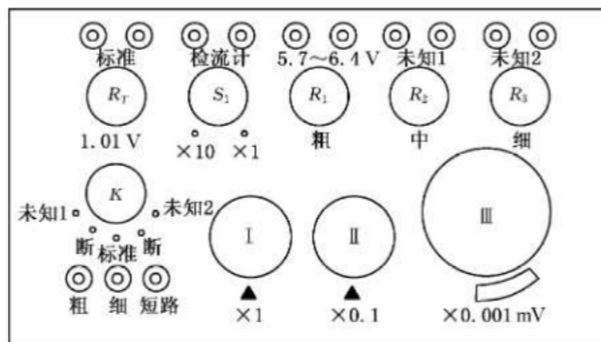

图 11-3 UJ31 型电位差计面板图
1) 图 11-3 是 UJ31 型电位差计面板图, 接线前先将转换开关 K 拨在“断”的位置, 并将粗、细、短路三个按钮全松开。调节温度补偿器 R_T , 使其指示值等于标准电池的电动势。